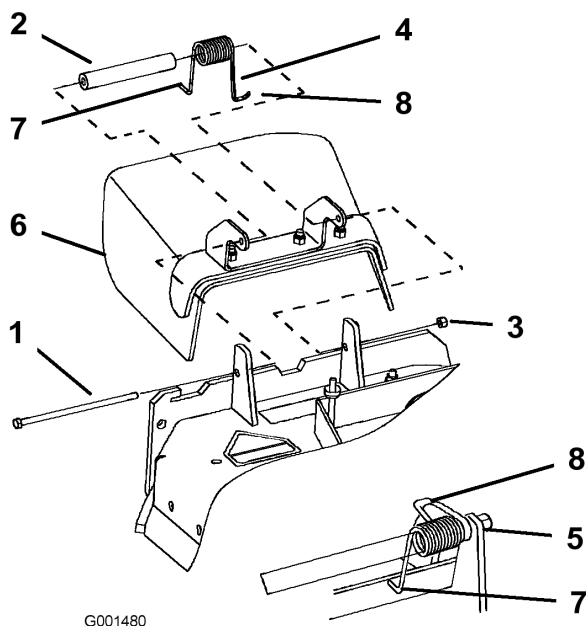

Figura 54
1. Retire la contratuerca, el perno, el muelle y el espaciador que sujetan el deflector a los soportes de pivote (Figura 54). Retire el deflector de hierba dañado o desgastado.
Nota: Asegúrese de colocar el extremo en **L** del muelle detrás del reborde de la plataforma antes de instalar el perno, según se muestra en la Figura 54.
- Instale el perno y la tuerca. Coloque el extremo en **J** del muelle alrededor del deflector de hierba (Figura 54).